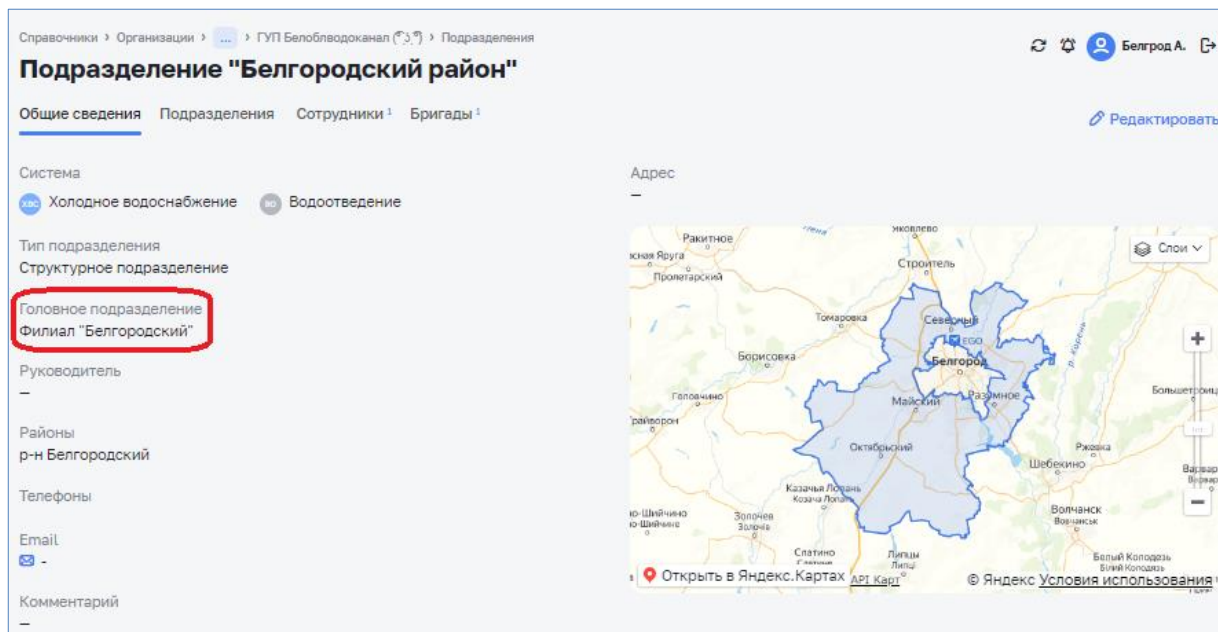

Рисунок 20 – Головное подразделение
- Головное подразделение – при наличии многоуровневой структуры организации (Рисунок 20);